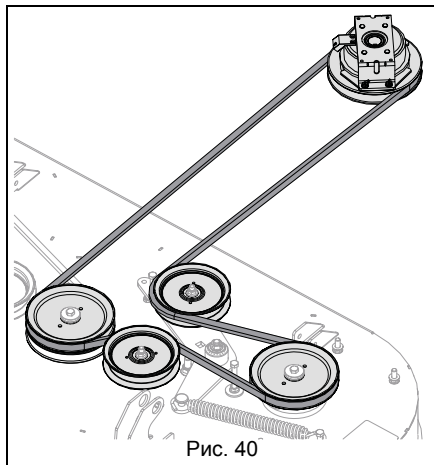

Рис. 40
**ВАЖНО:** Убедитесь, что ремень имеет натяжение и остается выровненным на всех шкивах. См. Рис. 40.